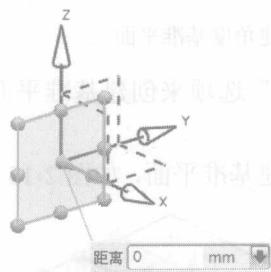
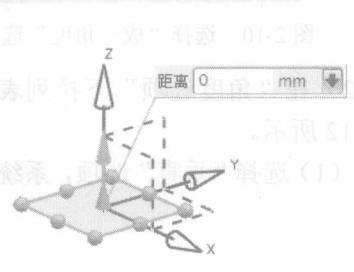

图 2-6 YC-ZC 平面
图 2-8 XC-YC 平面
(1) 在“类型”栏中选择“YC-ZC 平面”、“XC-ZC 平面”或“XC-YC 平面”选项作为创建基准平面的方法，系统参照坐标系创建基准平面，如图 2-6 至图 2-8 所示。